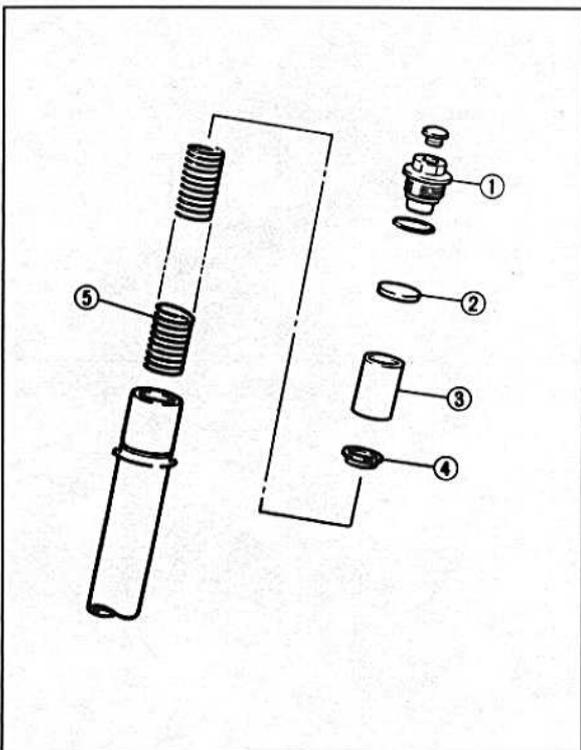

Bild 322
- Die Scheibe, das Distanzrohr, den Federteller und die Feder entnehmen (Bild 322).